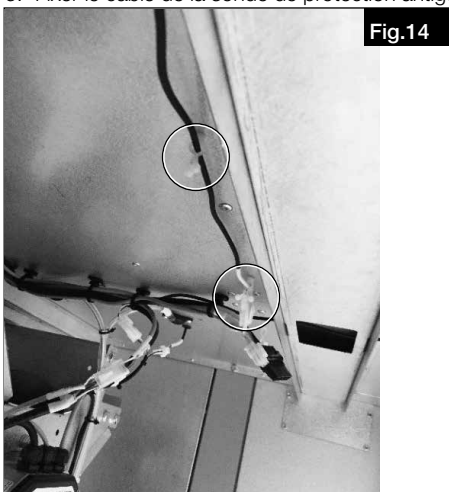

Fig.14
5. Fixer le câble de la sonde de protection antigel à l'aide des serre-câbles entourés (voir Fig.14).